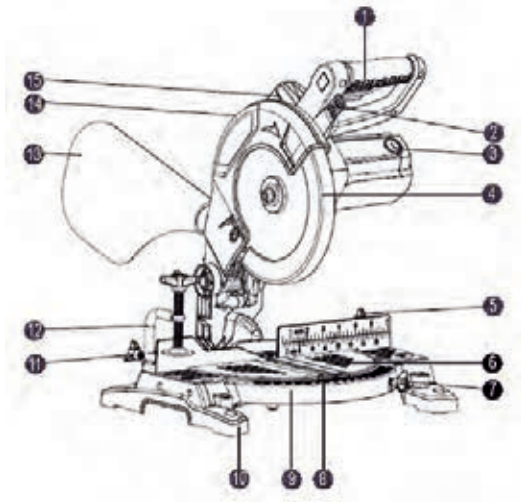
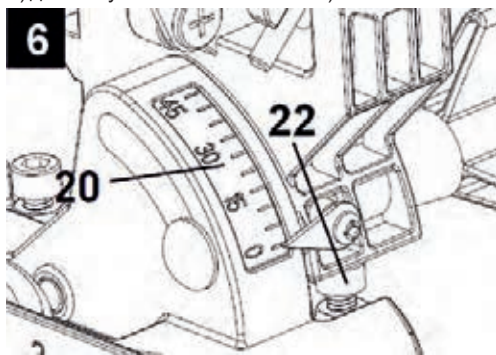
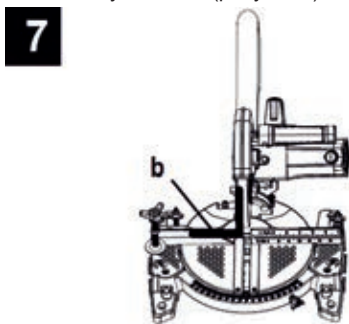
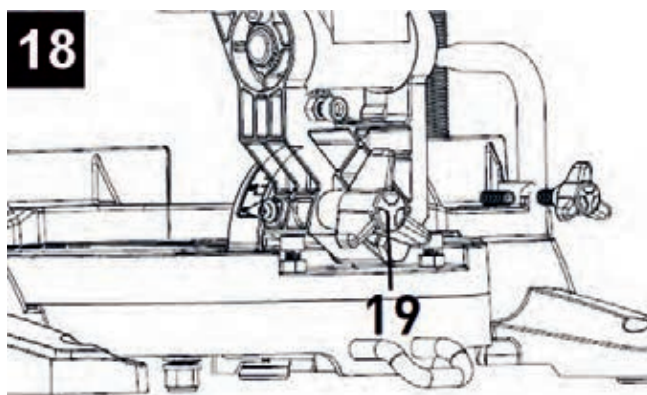

Рисунок 1
Рисунок 6
Рисунок 7
Рисунок 18
20. Шкала наклона режущей головки (рис. 6)
22. Винт ограничителя угла наклона режущей головки (рис. 6)
- Проверить при помощи угольника угол установки угла наклона пильного диска на  $90^\circ$  относительно плоскости поворотного стола (указатель угла наклона режущей головки на шкале (20, рисунок 6) должен указывать значение  $0^\circ$ ).
- установить угольник (b, рисунок 7) между плоскостью пильного диска и плоскостью поворотного стола (6, рисунок 1) и с помощью вращения винта ограничителя угла наклона режущей головки (22, рисунок 6) добиться прилегания всех плоскостей поворотного стола и пильного диска к плоскостям угольника (рисунок 7).
- Убедитесь, что при опускании режущей головки пильный диск не касается вставки поворотного стола (8, рисунок 1) при разных углах наклона режущей головки.
- Убедиться, что при опущенной режущей головке при разных вертикальных углах скоса пильный диск не входит в контакт с планкой для пропилов (вставкой-пазом поворотного стола) (8, рисунок 1), установленной в поворотном столе. В случае если пильный диск контактирует с планкой для пропилов, необходимо ослабить винты крепления планки и выровнять планку по всей длине горизонтального хода пильного диска, после чего винты затянуть.
Для установки необходимого угла вертикального скоса разблокируйте рычаг устройства фиксации угла наклона режущей головки (19, рисунок 18) поворотом против часовой стрелки. Установите необходимый угол вертикального скоса по шкале угла наклона режущей головки (20, рисунок 6). Угол вертикального скоса может быть установлен на любой угол между  $0^\circ$  и  $45^\circ$  с наклоном режущей головки влево. Зафиксируйте положение режущей головки с выбранным углом скоса рычагом устройства фиксации угла наклона режущей головки (19).